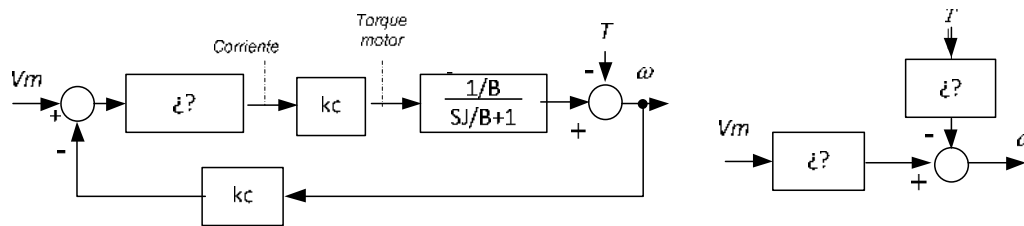

Figura 4: Diagramas de bloques aproximados para el motor
B.1. La Figura 4 corresponde al modelo simplificado del mismo motor, teniendo en cuenta que el polo eléctrico suele ser mucho más rápido que el mecánico, y entonces el primero puede considerarse como un bloque constante frente al segundo. La función de transferencia final resulta de primer orden, con una constante de tiempo bastante similar a la del polo mecánico del motor. Rellene los bloques incompletos.